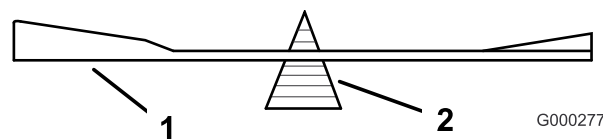

Figure 97
2. Vérifiez l'équilibre de la lame en la plaçant sur un équilibreur (Figure 97). Si la lame reste horizontale, elle est équilibrée et peut être utilisée. Si la lame est déséquilibrée, limez un peu l'extrémité de la partie relevée seulement (Figure 97). Répétez cette procédure jusqu'à ce que la lame soit équilibrée.